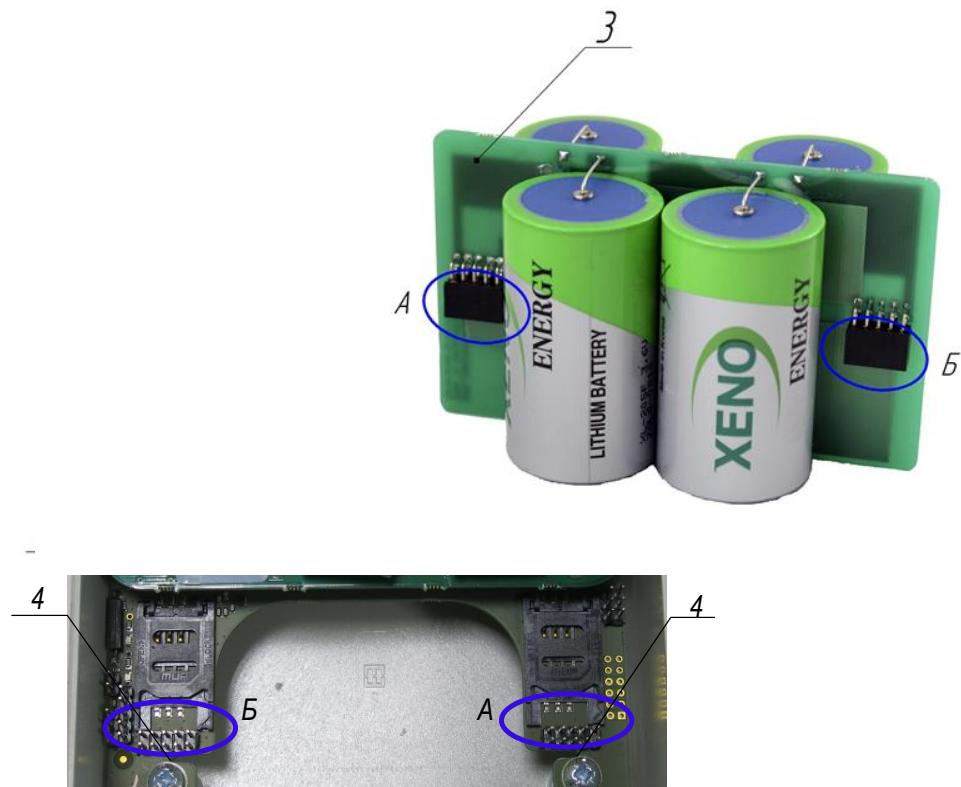

Рисунок 3.3
3) Установить батарейный блок – 3 в пазы – 4, разъем А – А, разъем Б – Б (см. Рисунок 3.3).